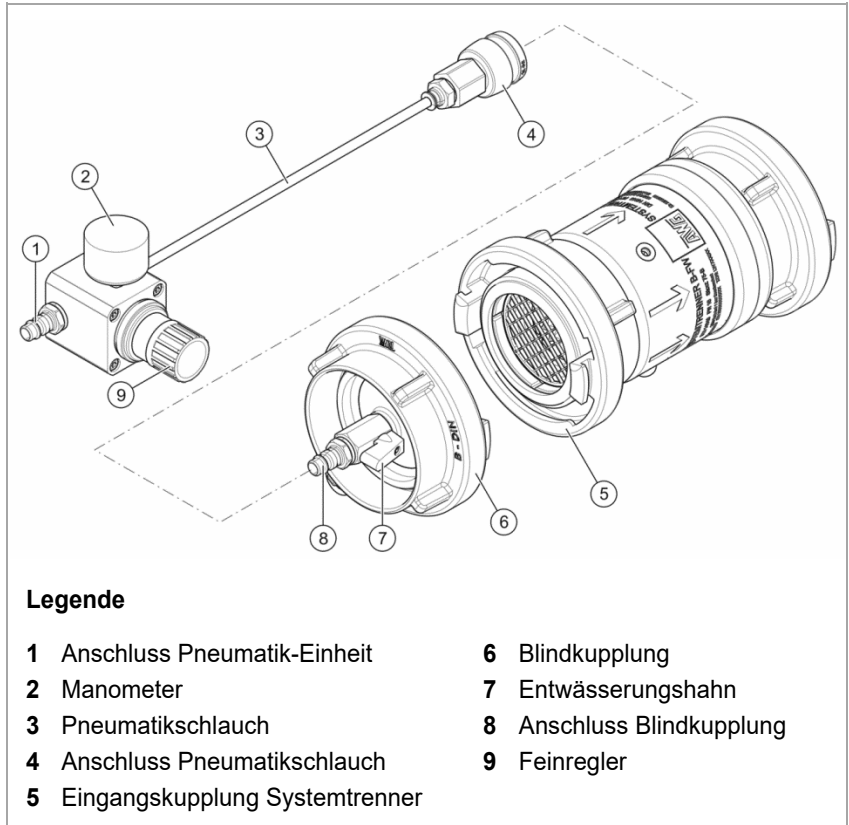

Fig. 5 Prüfset
- Die Ausgangskupplung des Systemtrenners mit der Blindkupplung (Fig. 5/6) verschließen.
- Den Pumpenausgang einer Feuerlöschkreiselpumpe an die Eingangskupplung des Systemtrenners (Fig. 5/5) anschließen, dabei das System mit dem Entwässerungshahn (Fig. 5/7) vollständig entlüften.
- Den Entwässerungshahn (Fig. 5/7) schließen.
- ✓ Der Feinregler (Fig. 5/9) an der Pneumatik-Einheit ist geschlossen.
- Die Eingangskupplung des Systemtrenners (Fig. 5/5) mit der Blindkupplung (Fig. 5/6) verschließen.
- Den Anschluss des Pneumatikschlauchs (Fig. 5/4) an der Kupplung des Entwässerungshahns (Fig. 5/7) anschließen.
- Den Anschluss der Pneumatik-Einheit (Fig. 5/1) mit der Druckluftversorgung verbinden.
- Den Luftdruck mit Hilfe des Feinreglers (Fig. 5/9) langsam erhöhen.